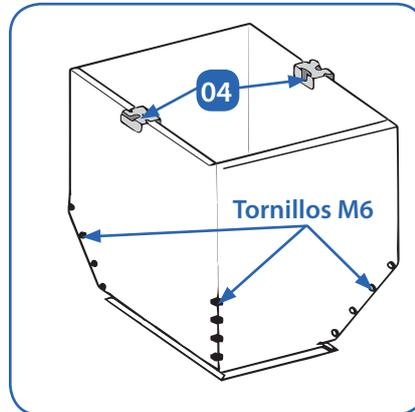

Fig. 05.03. Instalación de los soportes guía.
- Una vez ensamblada la tolva superior se procede a colocar en dos de las caras superiores de las paredes, los soportes guía para el cable de elevación **04** (Fig. 05.03.).